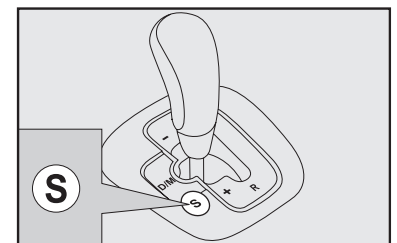
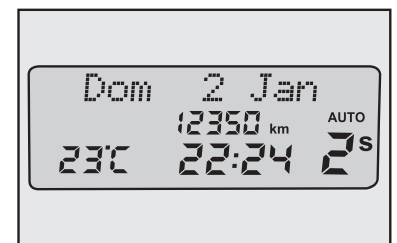

fig. 5
fig. 6
- Verificar a indicação da marcha engatada no display **fig. 6**.
- Colocar a alavanca do câmbio em ponto morto (N).
- Levar a alavanca de câmbio para a posição D/M até que seja visualizada a escrita AUTO no display **fig. 6**.
A inserção da função Sport é feita por meio do botão (S) **fig. 5**, localizado ao lado da alavanca de controle do sistema Dualogic®. Após ter ativado tal função, o display irá exibir a marcha inserida e o caractere **S** **fig. 6**. Com a função SPORT ativa no modo automático, o sistema irá gerenciar as mudanças de marchas em função de um modo de condução mais esportivo. Se, no entanto, a função SPORT for selecionada no modo manual, o efeito produzido será uma variação na velocidade com que o sistema aceita as trocas de marchas.